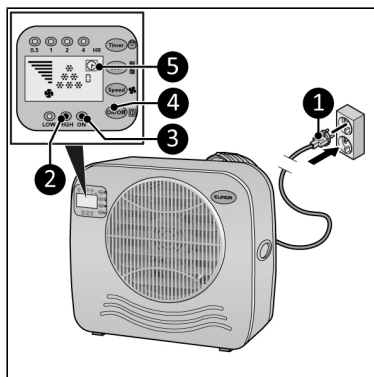

Figure 140.
2. Sett støpselet (Figure 140, pos. 1) i en jordet stikkontakt som er lett tilgjengelig. Bruk en jordet stikkontakt med en minimumseffekt på 460 watt.
- Trykk på ON/OFF-knappen (Figure 140, pos 4), strømindikatoren (Figure 140, pos. 3) og høyhastighetsindikatoren (Figure 140, pos. 2) lyser. Displayet viser tidsindikatoren og seks kjøleindikatorer (Figure 140, pos. 5). Enheten opererer nå med høy kapasitet.